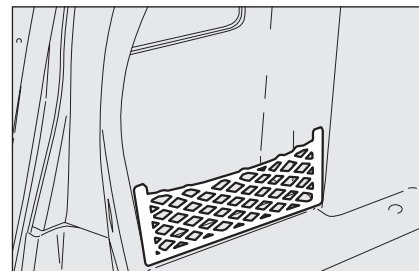

fig. 12
- **fig. 12** - versione senza sportello laterale